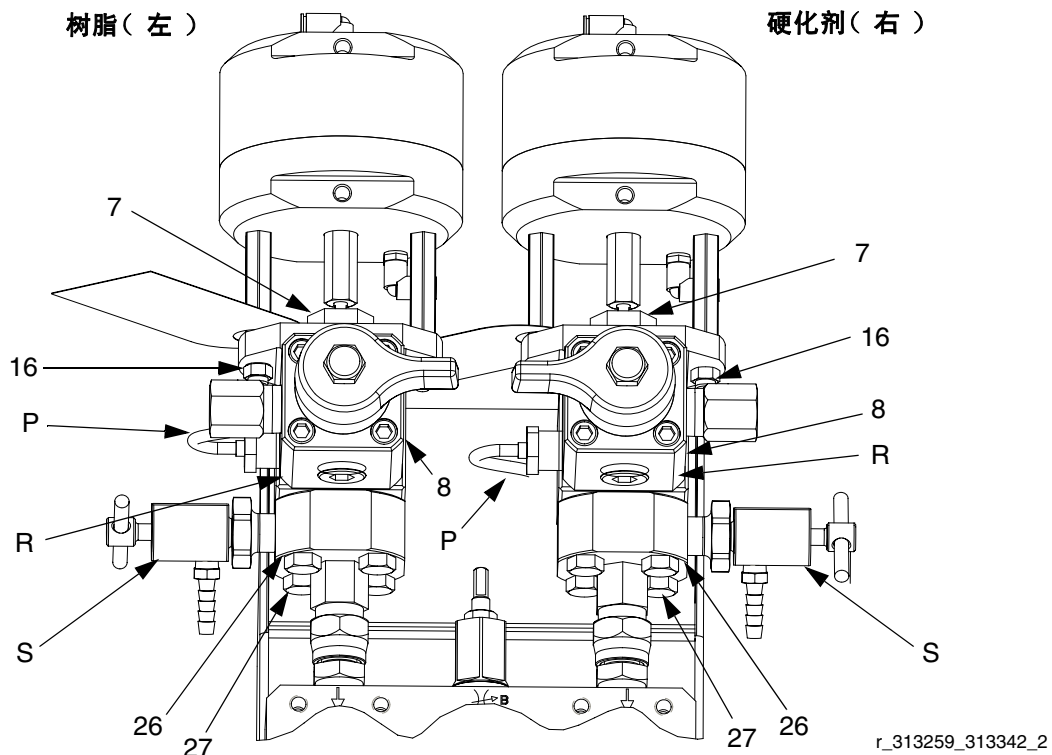

图 1：硬化剂和树脂计量阀 255478 的定向
2. 树脂计量阀 (左边)：卸下螺丝 (27) 并将底罩 (26) 旋转 90° 以使侧接口朝向左边的取样 B (S) 和后边的温度传感器 (没有显示)。见图 1。
3. 硬化剂计量阀 (右边)：如果有必要，可卸下螺丝 (27) 并将底罩 (26) 旋转 90° 以使侧接口朝向右边和后边以用于取样阀 (S) 和温度传感器 (T)。
5. 在更换循环阀 (R) 时使用新的 O 型圈 (36)。如果没有使用阀 (R)，则用插塞 (33) 塞住接口。见第 8 页的零部件图。
6. 如果没有使用取样阀 (S)，则用插塞 (29) 塞住接口。
7. 用螺栓 (27) 代替底罩 (26)。
8. 给计量阀 A 和 B 的密封螺母 (7) 注满喉管密封液 (TSL) 并在螺母接触到密封件后再拧紧四分之一圈，约 145-155 英尺磅 (16-18 牛·米)。